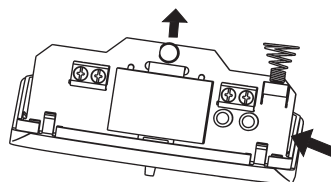

Рисунок 5
8.2 Вставьте отвертку (с плоским шлицем) между платой и боковой стенкой основания, отожмите стенку основания и извлеките плату (рис. 5).